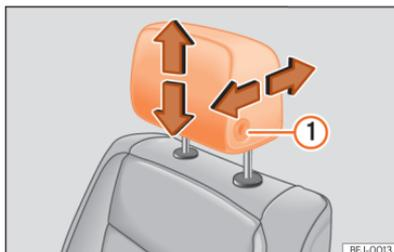

Fig. 94 Banco dianteiro: regulação do encosto de cabeça.
- Mova o encosto de cabeça para cima ou para baixo no sentido da seta correspondente. No caso dos encostos de cabeça dianteiros quer para subir como para baixar deve pressionar o botão »» Fig. 94 ①; no caso dos tra-
- Mova o encosto de cabeça para a frente ou para trás no sentido da seta correspondente enquanto pressiona o botão »» Fig. 94 ①.